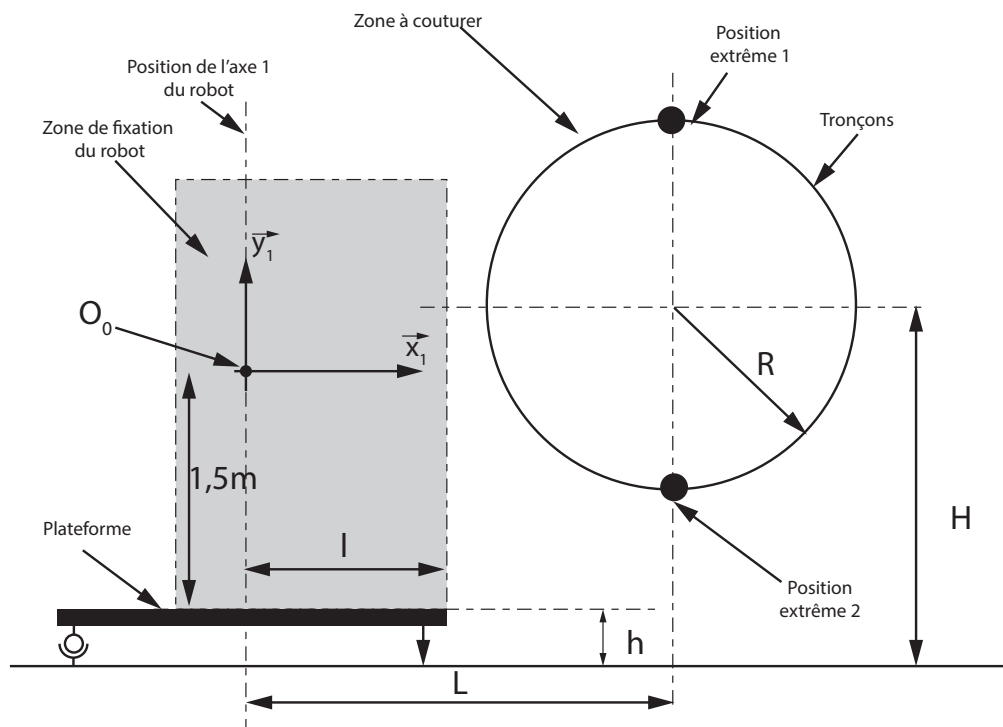

FIGURE 4 – Schéma d'implantation du robot
L'implantation d'un robot est considérée comme optimale lorsque la totalité des points visés est accessible : l'extrémité du robot doit atteindre le point de fixation de la demi-couture des tronçons. Dans le cas de l'étude, le robot doit réaliser une couture orbitale entre deux tronçons et éviter les collisions éventuelles (figure 4).
Les deux positions extrêmes du robot (figure 4) sont définies dans le tableau ci-dessous :
**Q 7 : Représenter schématiquement sur la figure 4 le robot dans ses deux configurations extrêmes.**